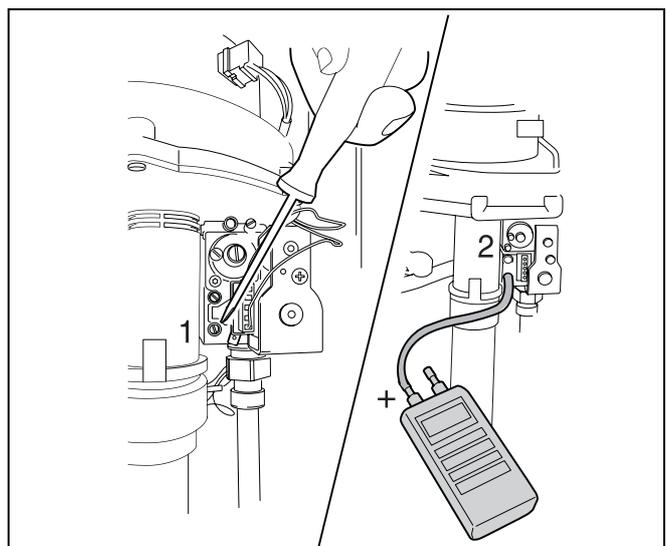

Fig. 22 Mesurer la pression admissible du gaz
- Desserrer légèrement la vis d'étanchéité sur l'embout de mesure de la pression admissible et raccorder un long tuyau (fig. 22).
- Desserrer la vis de l'embout de mesure situé au point le plus bas (embout de mesure de la pression admissible) de deux rotations (fig. 22, pos. 1).
- Insérer le tuyau du manomètre sur l'embout de mesure de la pression admissible (fig. 22, pos. 2).